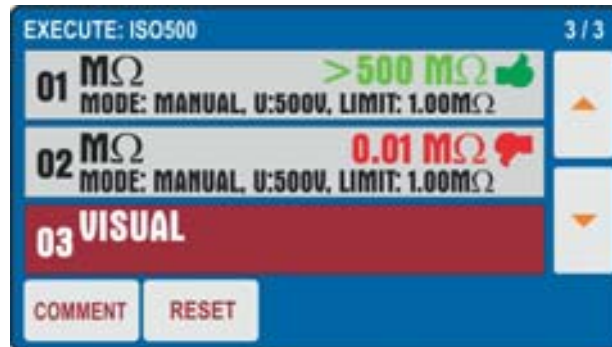

Fig. 78: Fonction AUTO TEST – Résultat partiel test 02
9. Appuyez à nouveau sur le bouton **START/STOP** pour terminer le test "02". L'instrument enregistre le deuxième résultat partiel de l'autotest et se prépare automatiquement à l'exécution du prochain test "03" (voir Fig. 78)